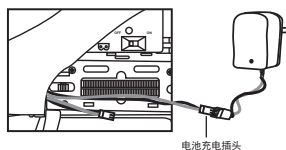

图2
2. 将充电器插入电源座中，充电器指示灯为绿色，然后将电池插头与充电器连接（如图2），电池没电时，充电器指示灯为红色，电池充饱后，指示灯变为绿色。电池充电约3小时充满。